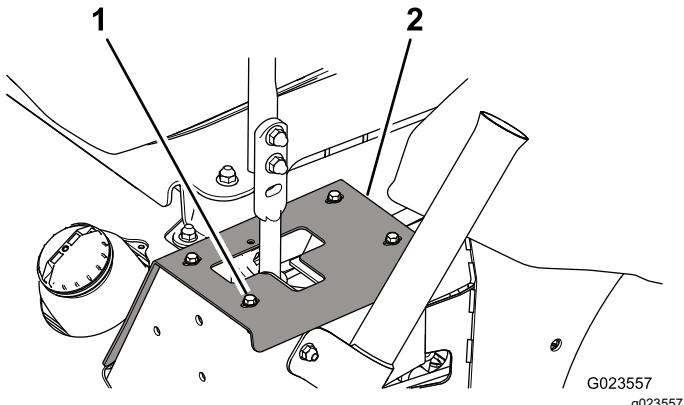

Bild 61
- Nehmen Sie die Schrauben ab, mit denen die Anschlagsplatten am Rahmen befestigt sind, um an die Befestigungsschrauben für den Stoßdämpfer zu gelangen (Bild 61).